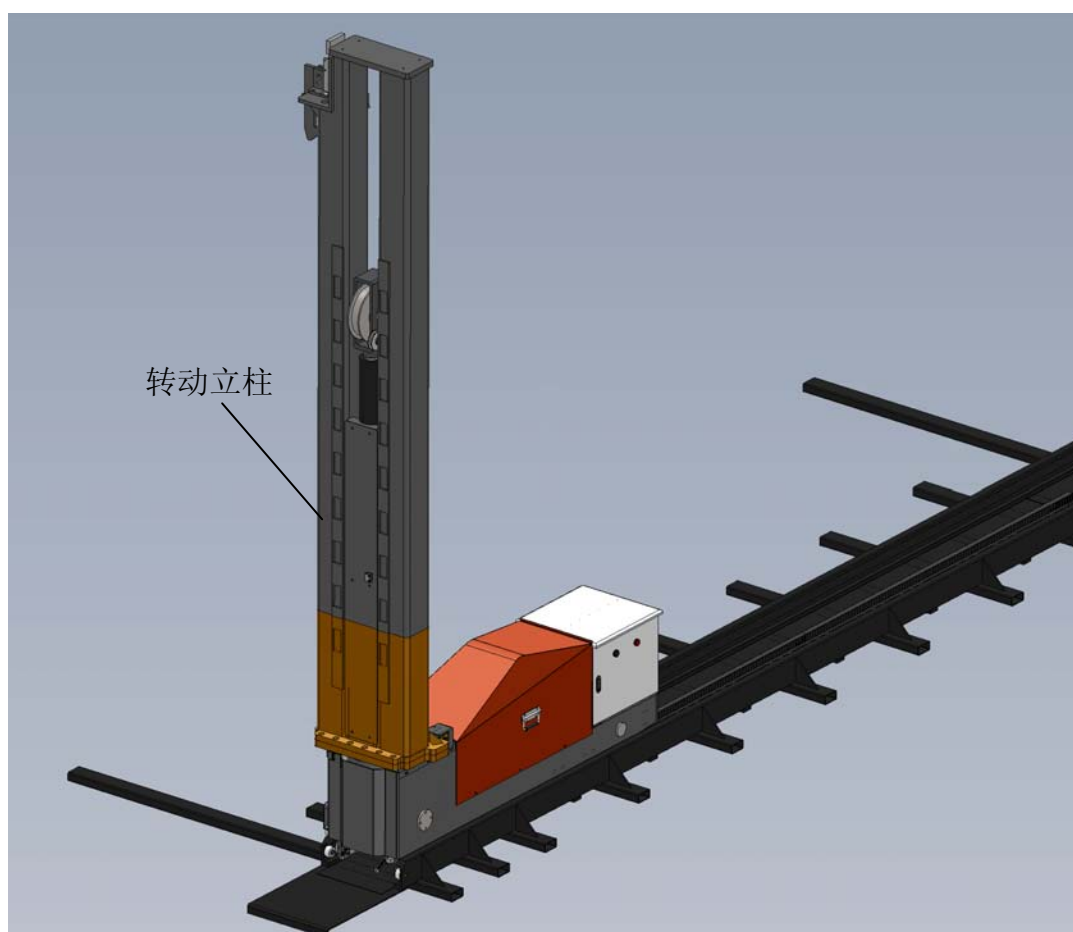

图 3
5.2.7 将立柱装配到移动机箱上，并将转动立柱旋转至图 3 所示位置，以便安装台板。